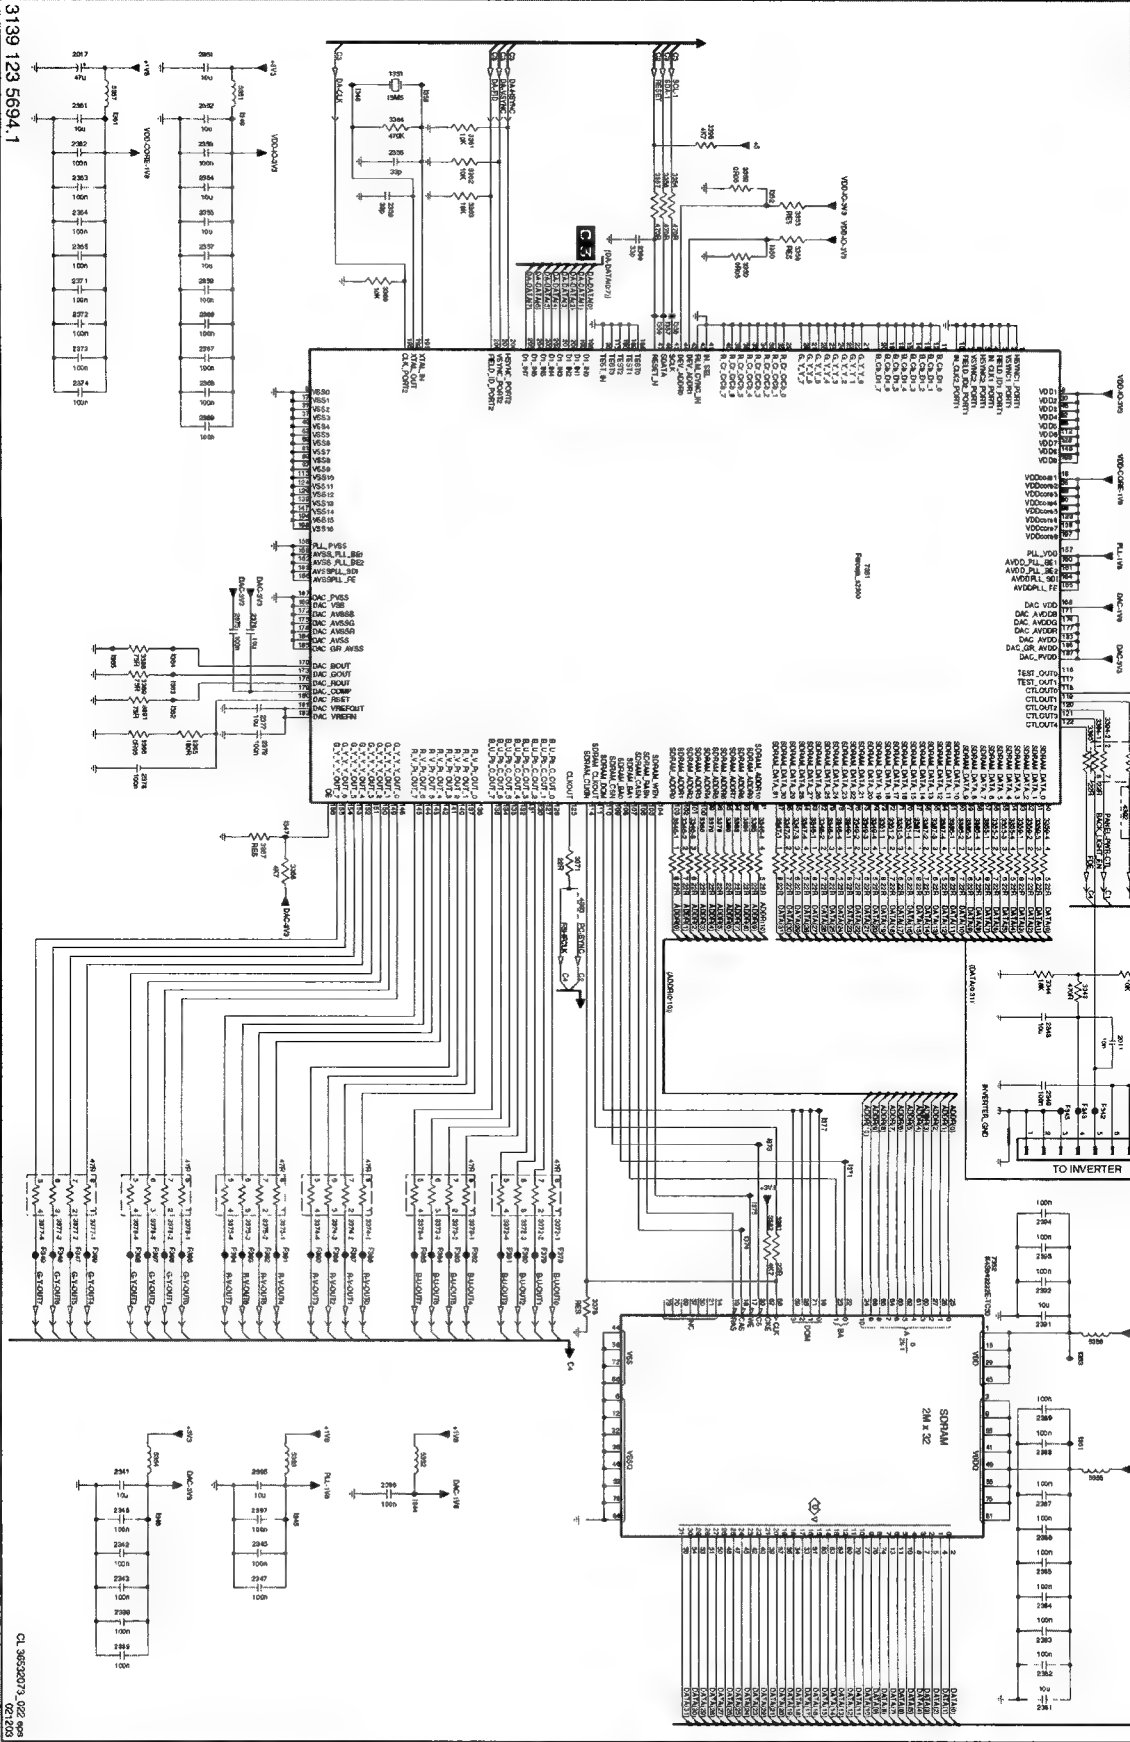

рис.5
Принципиальная схема узла конвертера форматов C5 (VIDEO CONVERTER) показана на рис.5. Кроме того, в этом узле осуществляются оперативные регулировки контрастности, насыщенности и четкости (sharpness) изображения. Узел C5 собран на двух БИС. Одна из них – это специализированная БИС конвертера цифровых форматов 7351 типа FLI2300, а другая БИС – это микросхема 32-разрядного статического ОЗУ (2Mx32) 7352 типа K4S643232E-TC50. БИС 7351 FLI2300 изготовлена в 208-выводном корпусе PQFP. Эта БИС работает по запатентованным алгоритмам фирмы Farouja (отсюда соответствующая надпись на принципиальной схеме прямо на обозначении БИС 7351, рис.5). БИС статического ОЗУ 7352 K4S643232E-TC50 изготовлена по КМОП-технологии в 86-выводном корпусе TSOP(II) с шагом выводов 0,5 мм.